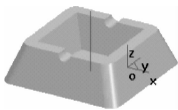

图 3-120 绘制环形阵列的轴线
(4)单击按钮,在立即菜单中选择“两点线”方式,输入第一点的坐标 $(-20, -20, 0)$,输入第二点的坐标 $(-20, -20, 50)$,右击确认,完成操作,作图结果如图 3-120 所示。
(5)单击按钮,弹出“环形阵列”对话框,拾取图 3-119 绘制的烟槽,输入角度“90”,拾取图 3-120 绘制的环形阵列的轴线,输入数目“2”,单击按钮,完成操作,删除轴线,作图结果如图 3-121 所示。